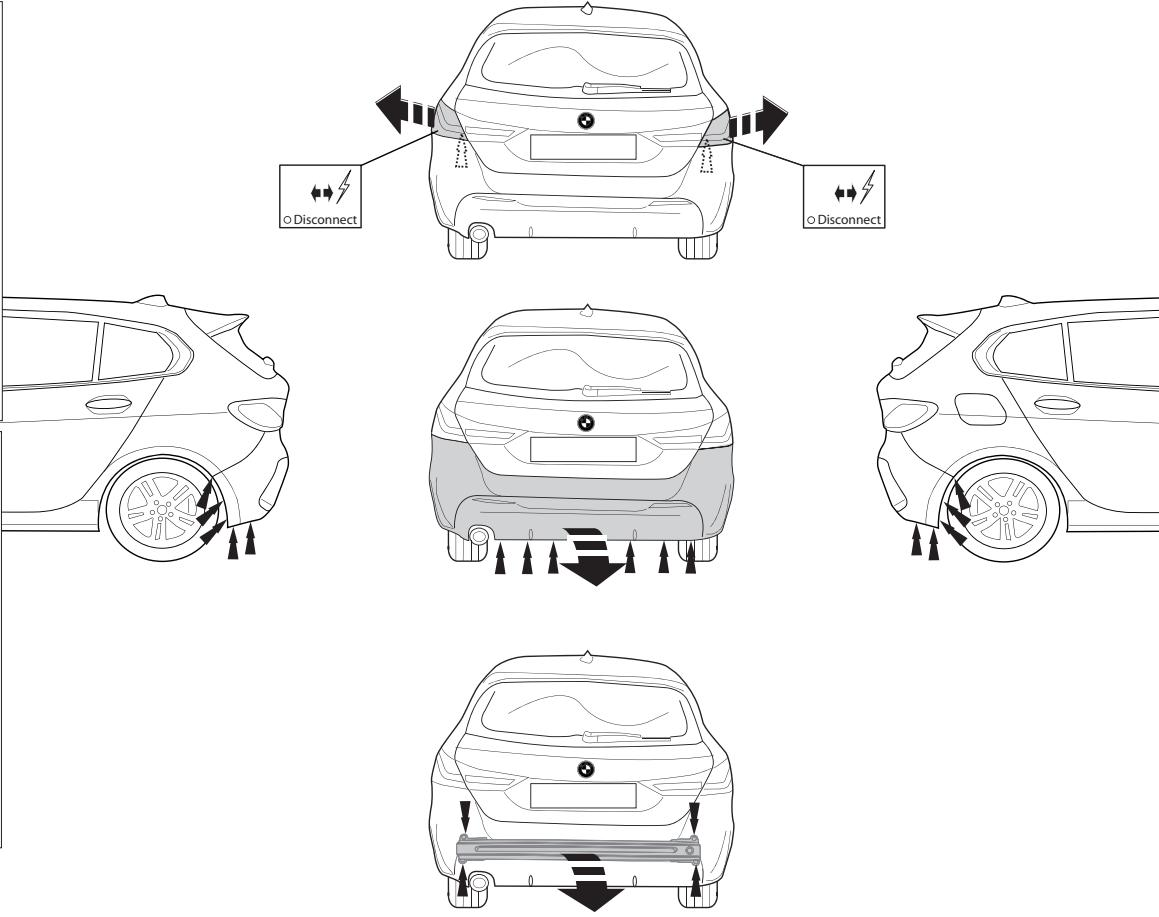

Fig.1
1. Снять оба блока задних фар. Снять бампер вместе со стальным буферным бруском автомобиля; буферный брус больше не понадобится. См. рисунок 1.